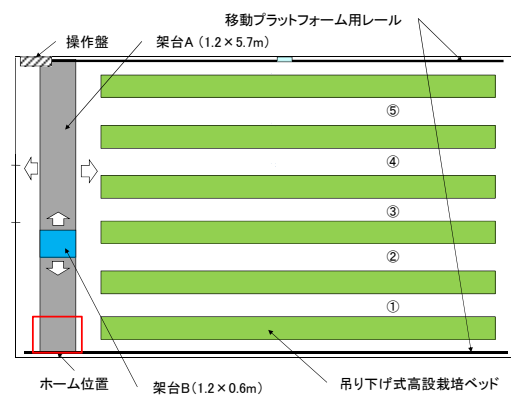

図2 ハウス内の収穫ロボットの走行方法
2. 移動プラットフォームは、架台Bにロボット本体を搭載してつり下げ式高設栽培ベッド(幅40cm、高さ100cm)の下を走行します(図2)。ロボット本体はホーム位置を起点に横移動を行い、目的の通路(①~⑤)に進入します。通路内では間欠走行と採果動作を繰り返し、通路端点まで往復します。そして再び横移動を行いホーム位置に戻り、トレイの交換を行った後、次の通路の処理に進みます。